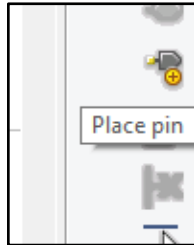

Рис.5.9. Иконка **Place Pin**.
1. Иконка **Place pin** (рис.5.9) в левой части экрана (в общем случае)